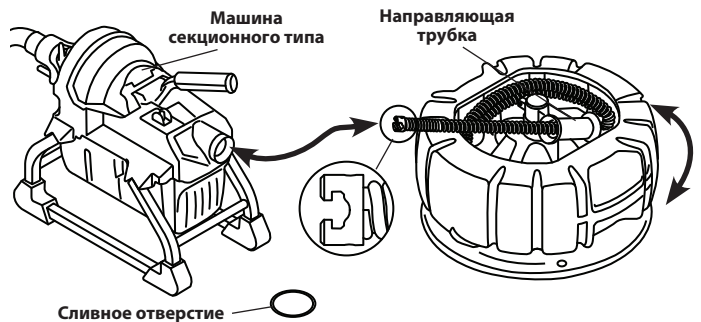

Рис. 4 - Использование барабана для переноски спиралей
2. Расположите рядом с машиной для прочистки труб, чтобы обеспечить оператору удобный доступ для загрузки и выгрузки секций спирали, см. рис. 4.